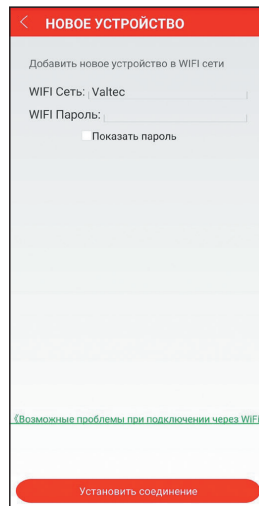

Рис. 9
**8.3.2.** В появившемся окне «Новое устройство» в поле «WIFI Сеть» определяется название используемой сети. В поле «WIFI пароль» необходимо ввести пароль для подключения к сети. Нажмите кнопку «Установить соединение» внизу экрана (рис. 9). При корректном подключении символ  на дисплее термостата перестанет мерцать и будет гореть постоянно.